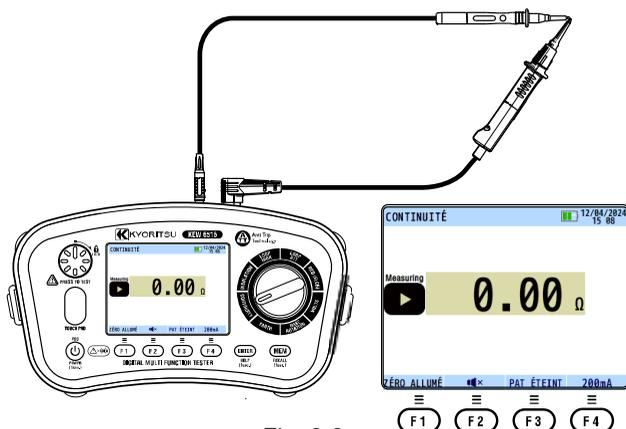

Fig. 8-3
- (3) Connectez fermement les extrémités des fils d'essai (voir fig. 8-3) et appuyez sur le commutateur d'essai et verrouillez-le. La valeur de la résistance au fil sera affichée. Le symbole "Ω" s'affiche à gauche de la lecture pendant une mesure
- (4) Appuyez sur le commutateur F1(ZÉRO), ceci annulera la résistance de plomb et la lecture indiquée devrait aller à zéro.
- (5) Relâchez le commutateur d'essai. Appuyez sur le commutateur d'essai et vérifiez que l'affichage affiche zéro avant de continuer. Lors de l'utilisation de la Fonction de continuité nulle, "ZÉRO ALLUMÉ" est affiché sur l'écran LCD comme indiqué dans la figure 8-3.